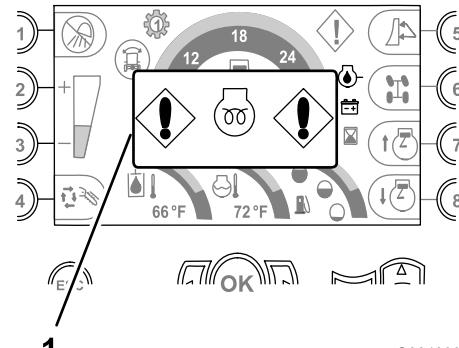

Рисунок 32
- **Индикатор ожидания запуска двигателя** – Этот индикатор загорается, когда вы поворачиваете ключ зажигания в положение «Вкл.» и подается питание на нагреватель воздуха на впуске двигателя (Рисунок 32).
Примечание: Подождите, пока данный индикатор не погаснет, прежде чем пробовать запускать двигатель (Рисунок 32).